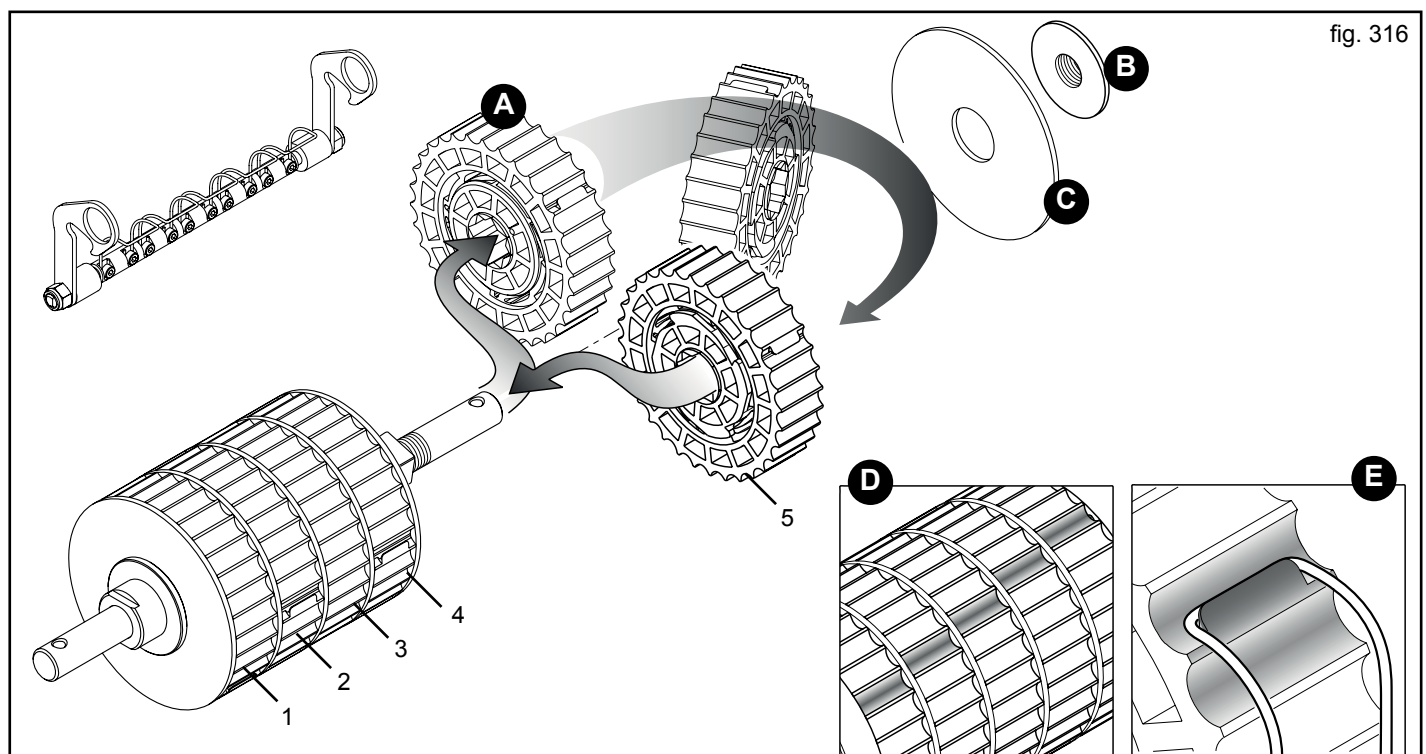

fig. 316
Eftersom varje sektor (A, Fig. 316) sprider 20% av hela doseringsvalsens produkt kan man öka antalet sektorer i arbete och motsvarande minska växelns rotationshastighet och på detta sätt erhålla en homogen spridning.
Efter att ha nedmonterat doseringsvalsens från utrustningen ska du skruva loss knoppen (B, Fig. 316) och ta bort stopphylsan (C). Dra ut den sektor eller de sektorer som ska uteslutas och montera tillbaks dem vända i 180° **med hänsyn till lägena** (1-2-3-4-5, Fig. 316).
När du monterar tillbaks sektorerna ska du, under arbetsförhållanden, se till så att de som är aktiva har förskjutna kammare gentemot de andra (D, Fig. 316), för att garantera kontinuitet för spridningen. Placera tillbaks stopphylsan, dra åt knoppen och återmontera valsens på utrustningen.
Lås rengöringselementet i arbetsläge och kontrollera att fjädrarna inte hakar fast de sektorer som tidigare har vänts upp och ned (E, Fig. 316) och förhindrar rotationen och därmed spridningen.